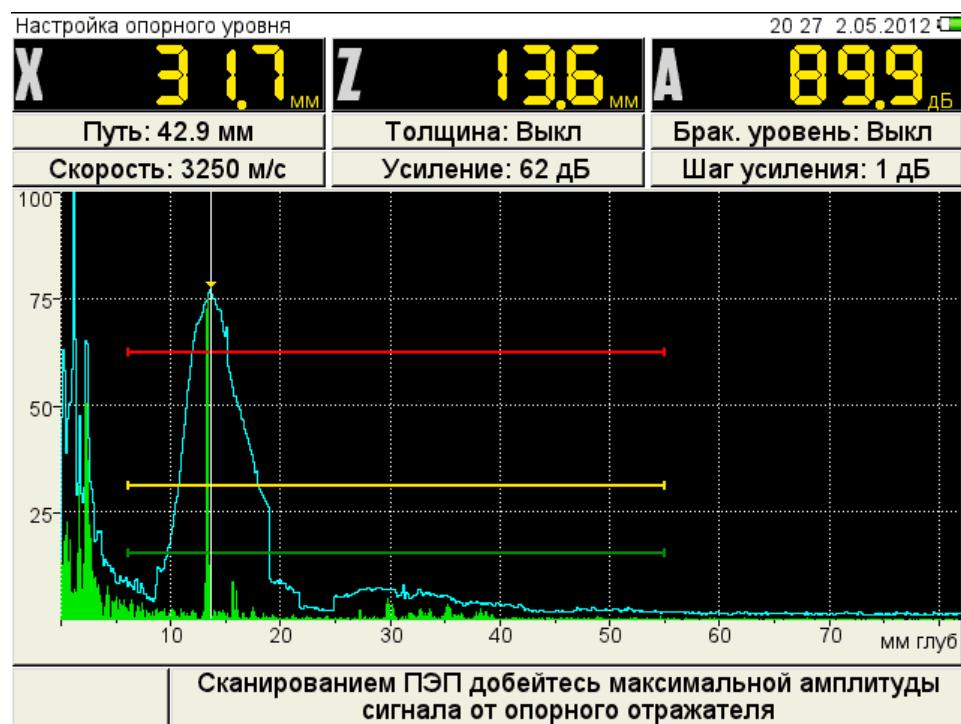

Рисунок 15
- Откроется окно настройки опорного уровня (рисунок 15);